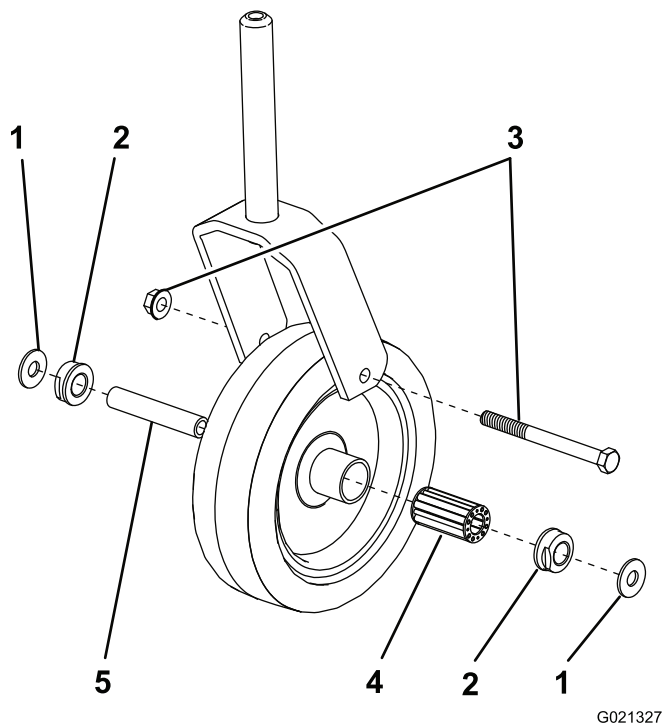

Figura 26
1. Togliete la vite a testa cilindrica e il dado di bloccaggio che fissano la ruota orientabile e le (2) rondelle tra le forcelle della ruota orientabile (Figura 26).
2. Estraete la boccola chiave dal mozzo della ruota (Figura 26).
- Togliete la boccola dal mozzo della ruota e lasciate cadere il cuscinetto (Figura 26). Togliete la boccola dalla parte opposta del mozzo della ruota.
- Montate il gruppo ruota orientabile e le (2) rondelle tra le relative forcelle e fissate i componenti in sede con la vite a testa cilindrica e il dado di bloccaggio.